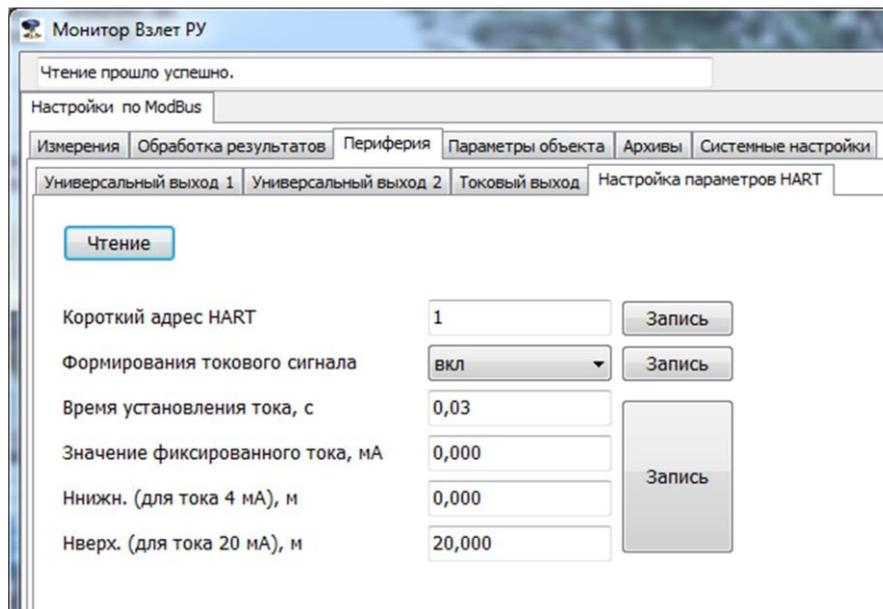

Рисунок 20 – Вкладка «Периферия / Настройка параметров HART»
7.4.3 Также на вкладке «Периферия» выполняются настройка интерфейса HART при его использовании (см. рисунок 20).